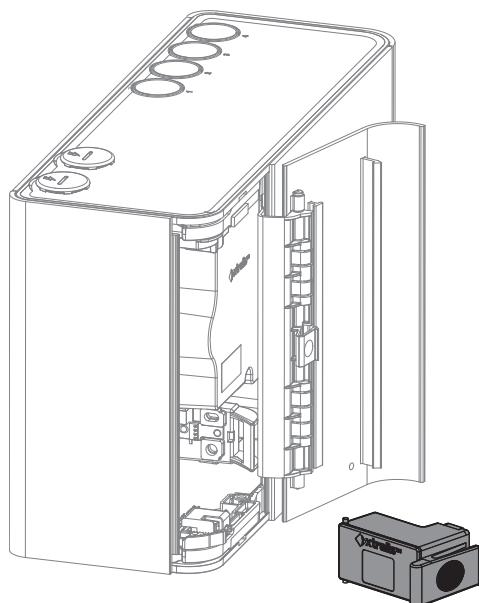

Figure 7-4: Retirer le filtre
4. Soulevez le filtre hors du boîtier de détecteur (Figure 7-4).